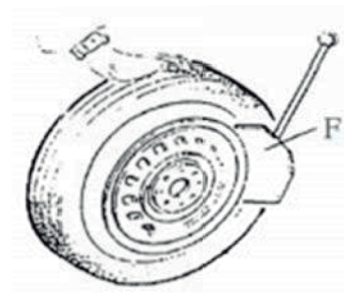

Fig. 5
Certifique-se de esvaziar completamente o ar do pneu, coloque o pneu contra o amortecedor de borracha (S). Aproxime o talão aproximadamente 10mm da borda do aro como mostrado na Fig. 5.